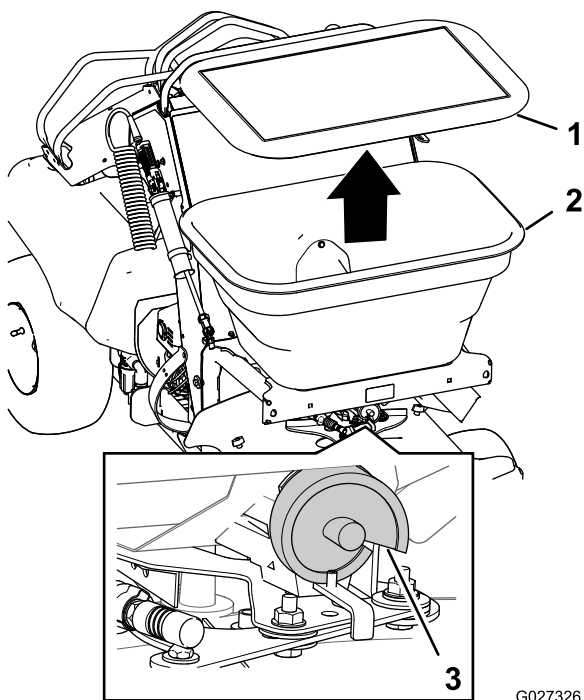

Figura 25
- Retire la tapa de la tolva, añada el material a esparcir y coloque la tapa en la tolva (Figura 25).
- Utilice la Tablas de esparcido \(página 31\) para determinar el ajuste de la leva del dosificador (Figura 25).